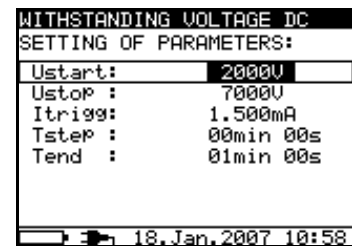

Abb. 29. Einstellmenü bei der Funktion Stehspannungsprüfung
- Drücken Sie die Taste **SELECT**. (Das Einstellmenü (**Abb. 29**) erscheint im Display.)